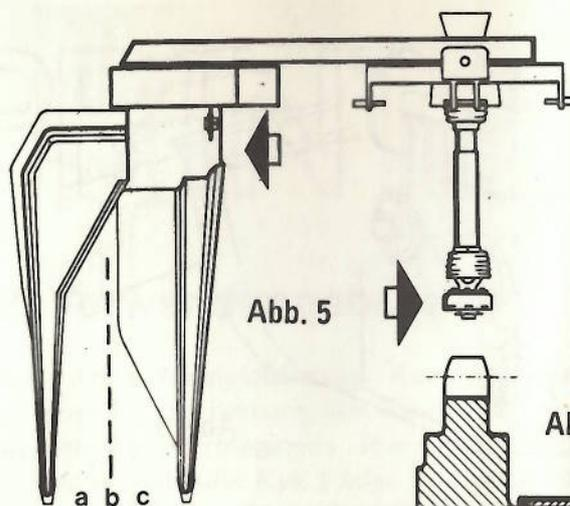

Abb. 5
5.5. Die Fahrweise, siehe Abb. 5